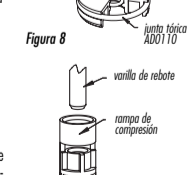

Figura 9
5. Inserte la rampa de rebote dentro de la rampa de compresión e introduzca el extremo romo de la varilla de rebote en el orificio. Si no se queda sujeta, un poco de grasa en el extremo de la varilla de rebote ayudará a mantener juntas ambas piezas (Figura 9).